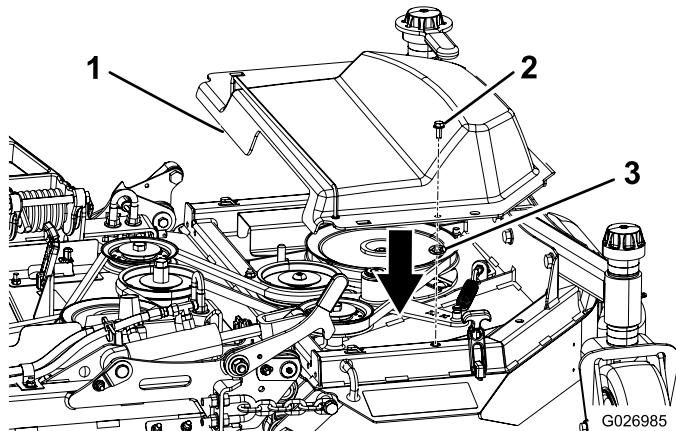

Figura 12
- Instale un perno y una tuerca rápida en la cubierta de plástico derecha (Figura 12).